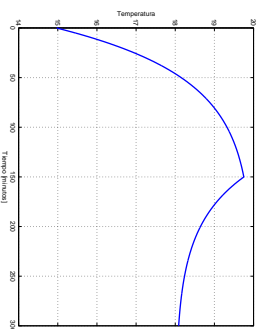

Figura 2: Respuesta a Lazo Abierto con una Perturbación
- Supongamos que fijamos el calentador en 2.0 y luego de un tiempo (150 minutos) abrimos la puerta de la habitación. La Figura 2 muestra que esto causa un descenso de la temperatura de la habitación aún cuando la calefacción esté fija en 2.0.